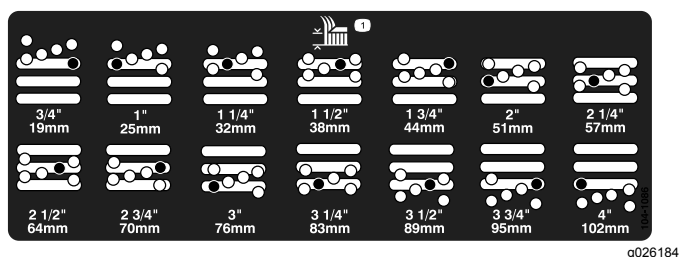

Figura 20
5. Mueva la cámara a la altura deseada e instale el espaciador en el taladro y la ranura de altura de corte deseados (Figura 20)